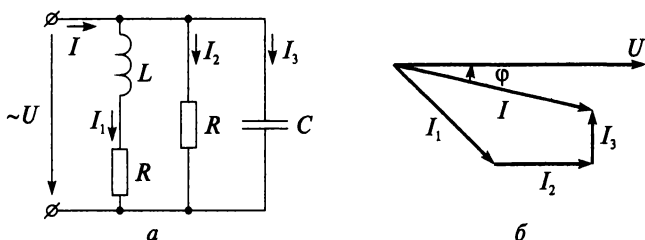

Рис. 10.4
Данное правило демонстрирует векторная диаграмма (рис. 10.4, б) разветвленной цепи переменного тока (рис. 10.4, а), построенная с учетом того, что углы сдвига фаз для каждой ветви:
8. Постройте векторную диаграмму токов, если напряжение на зажимах цепи (см. рис. 10.4, а) изменяется по закону $u = U_m \sin(\omega t + 90^\circ)$.